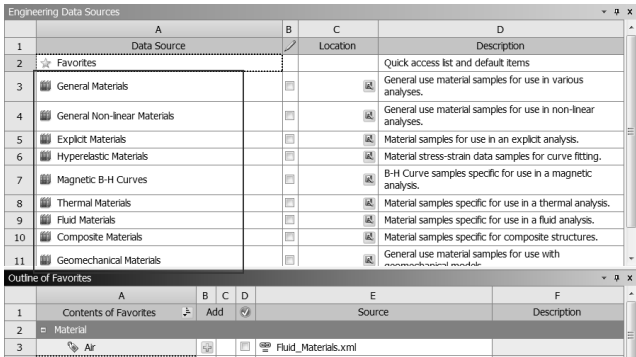

图 11-44 材料库
Step2：单击工具栏中的  按钮，进入如图 11-44 所示的材料库。